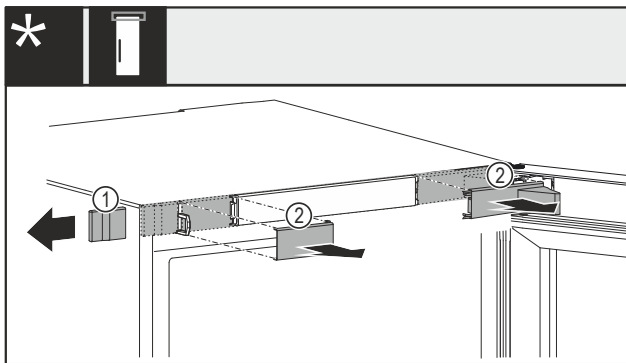

Fig. 13 Met mechanisch of elektrisch slot*
- Afdekking Fig. 13 (1) voorzichtig aan de zijkant wegnemen.*
- Afdekkingen Fig. 13 (2) voorzichtig naar voren toe wegnemen.*